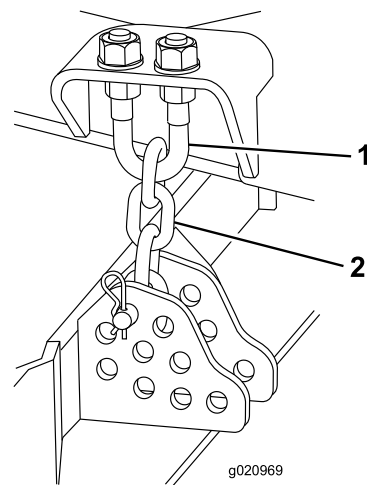

Figura 122
1. Desaperte as porcas de retenção na zona superior ou inferior da cavilha em U da correia da altura de corte (Figura 122).